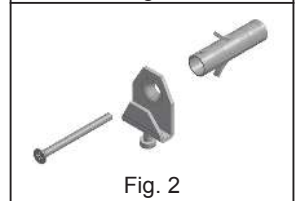

Fig. 2
- a) 2 crochets de nivellement avec fixation à l'aide de chevilles à expansion fournies (fig 2)
- 7) Suspendre la hotte au système de fixation (fig. 2 et 3) et effectuer la mise à niveau en agissant sur la vis de réglage.